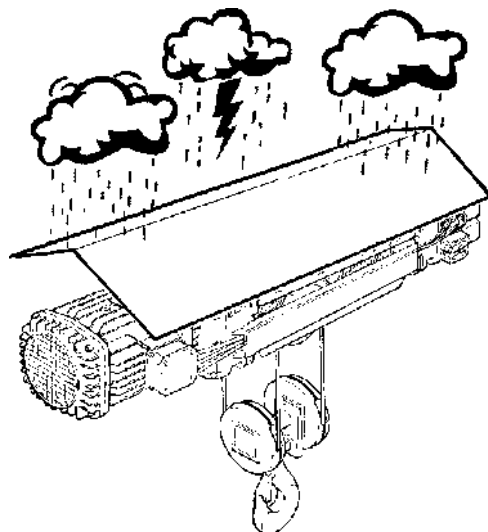

fig.110
- **Eksploatacja na wolnym powietrzu:** wciągarka jest narażona na warunki atmosferyczne w trakcie i po jej użyciu. Części elektryczne wciągarki i wózka posiadają ochronę IP55, niemniej jednak wskazane jest zabezpieczenie wciągarki i wózka jakąś osłoną (rys. 110).